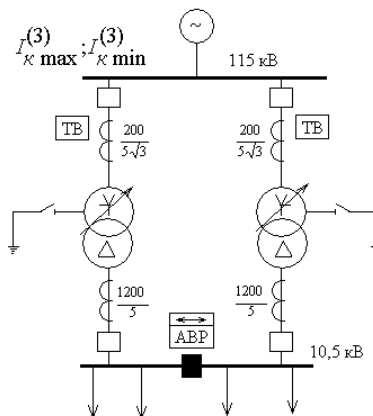

Рис.7.
4. Двухтрансформаторная подстанция промышленного предприятия получает питание от шин системы (рис.7). Установившееся значение тока трёхфазного КЗ на шинах системы в максимальном режиме составляет 8100 А, в минимальном режиме – 7500 А. Трансформаторы, установленные на подстанции - ТДН-16 МВА;  $115 \pm 9 \times 1,78\% / 11 \text{ кВ}$ ;  $u_{к.ср} = 10,5\%$ ,  $u_{к.мин} = 9,8\%$ ,  $u_{к.макс} = 11,7\%$ . На стороне 10 кВ трансформаторы работают раздельно. Параллельная работа трансформаторов не предусматривается. На секционном выключателе установлено устройство АВР. Выбрать схему токовых цепей максимальной токовой защиты трансформатора, определить параметры её срабатывания и оценить её чувствительность